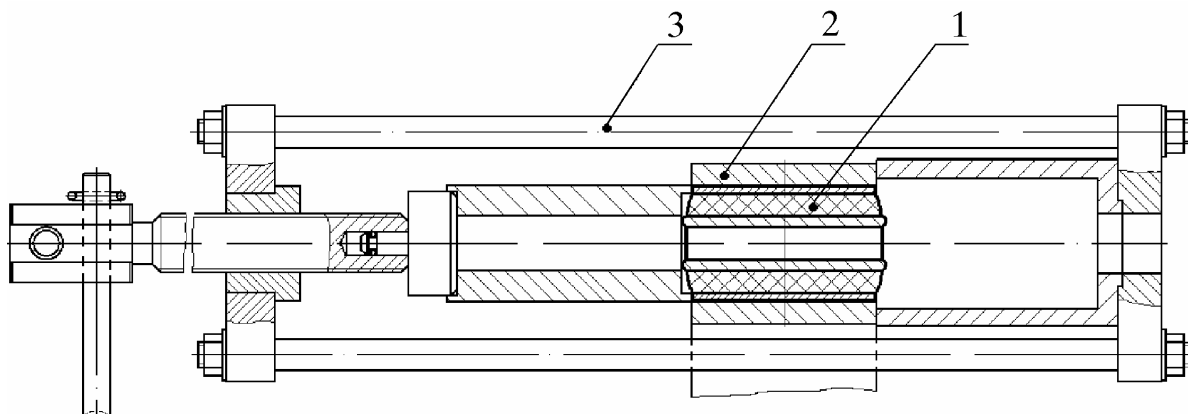

Рис. 8. Выпрессовка резинометаллического шарнира из ушка рессоры:
- 3.3. Приспособление 6991-4623 - для выпрессовки и запрессовки резинометаллических шарниров (рис. 8, 9).
4.5.8.1. Выпрессовать шарнир 1 (рис. 8) из переднего ушка рессоры 2, как показано на рис. 8